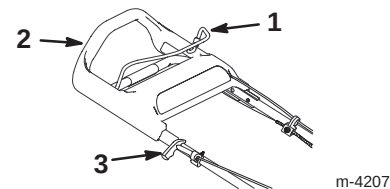

Bild 9
Der Startergriff und der Sicherheitsschaltbügel befinden sich am oberen Griffteil, siehe Bild 9.
4. Ziehen Sie leicht am Startergriff, bis Sie einen Widerstand spüren. Ziehen Sie ihn dann kräftig durch (Bild 9). Lassen Sie das Seil langsam zum Griff zurücklaufen.